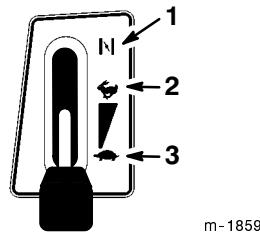

Figure 8
5. Placez la manette d'accélérateur en position de starter (Fig. 8).
7. Lorsque le moteur a démarré, amenez progressivement la manette d'accélérateur en position de régime maximum (Fig. 8). Si le moteur cale ou hésite, ramenez la manette d'accélérateur en position de Starter pendant quelques secondes. Mettez ensuite le levier en position de régime maximum. Répétez l'opération si nécessaire.
1. Placez la manette d'accélérateur en position de ralenti (Fig. 8).